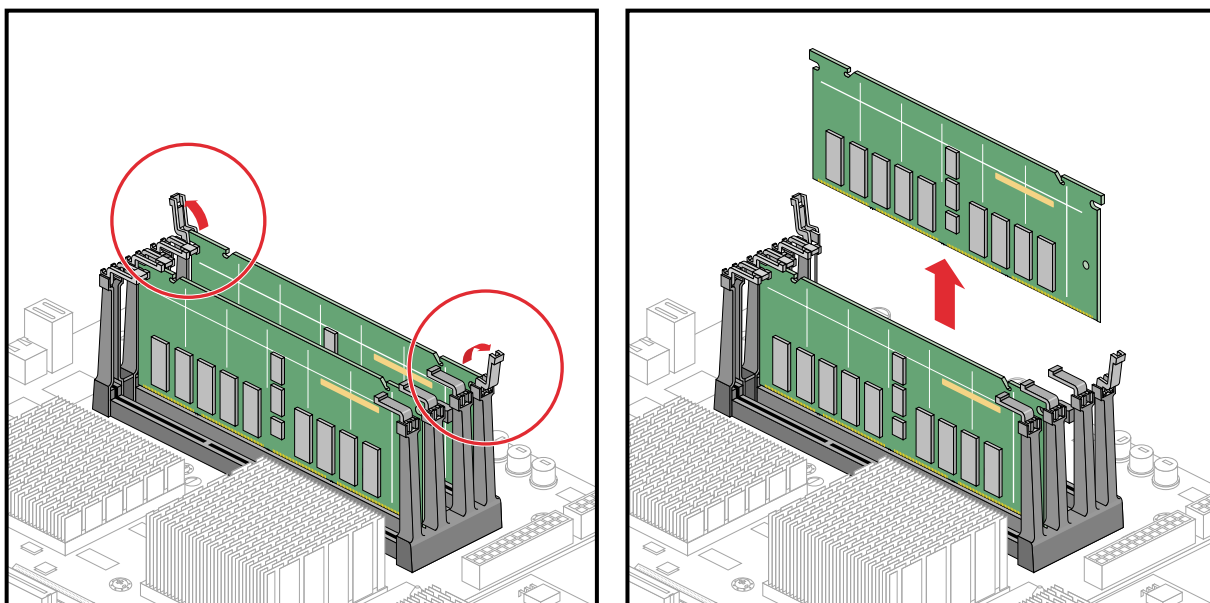

図 4-9 DIMM の取外し
3. DIMM ソケットの端のラッチを上に戻します (図 4-9 を参照してください)。すると、DIMM が部分的にソケットから外れます。